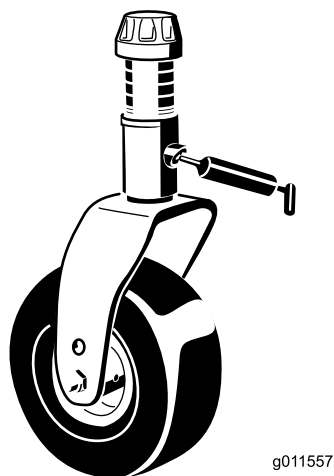

Figura 40
- Casquillos (2) del eje de la horquilla de las ruedas giratorias (Figura 40)